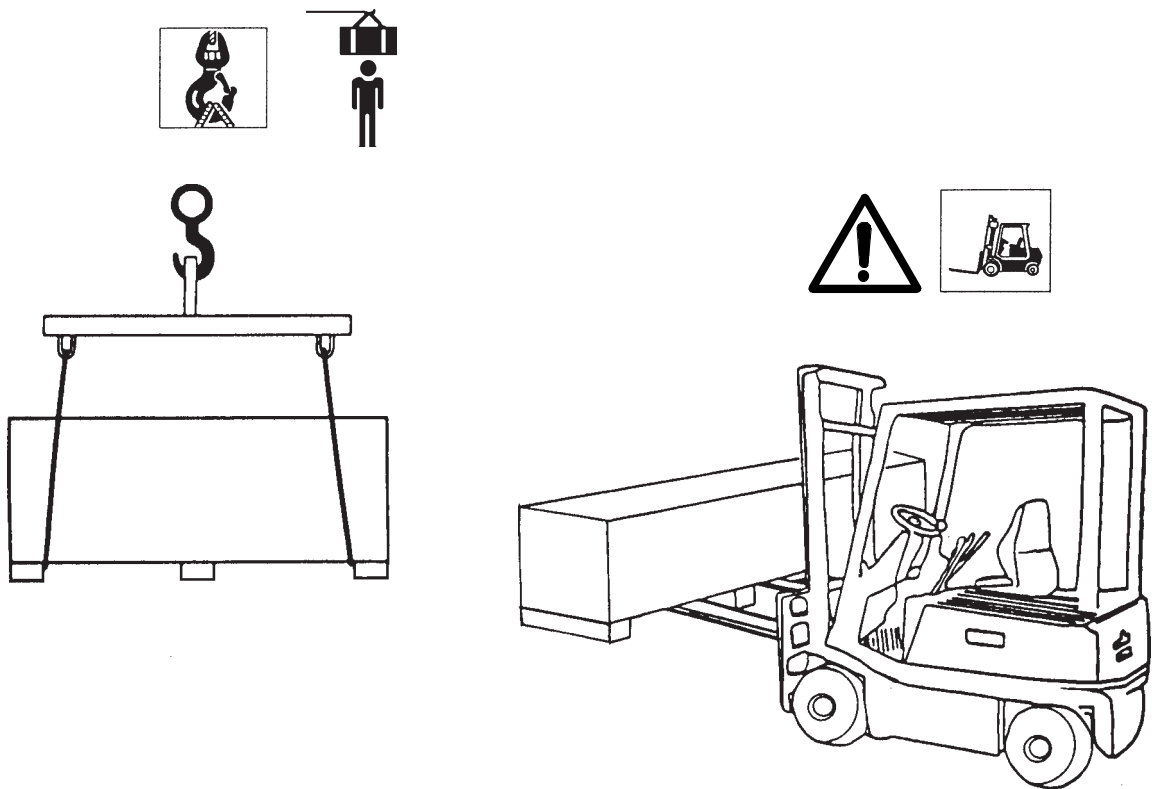

Fig. 2
- Le operazioni di sollevamento debbono essere eseguite come da Fig.2.
punti di aggancio come indicato in Fig.2.
- Lifting must be done as shown in Fig.2.
- lift with care, using suitable means of support for the load, in perfect working order and using the special hooking points as shown in Fig. 2.
- Beim Anheben gemäss Abb. 2 vorgehen.
- Vorsichtig anheben, die Last ordnungsgemäss mit geeigneten Hilfsmitteln stützen. Dabei die in Abb. 2
- Les opérations de levage doivent être réalisées comme indiqué à la Figure 2.
- soulever avec attention: se servir de moyens indiqués pour le soutien de la charge parfaitement efficaces et se servir des points d'attelage comme indiqué à la Figure 2.